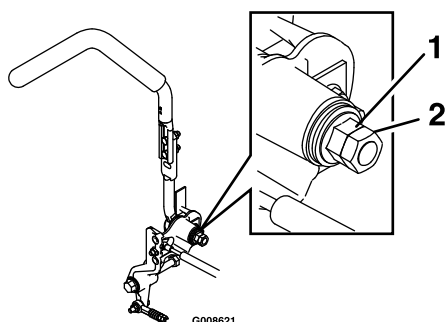

Figura 64
2. Allentate il controdamo (Figura 64).